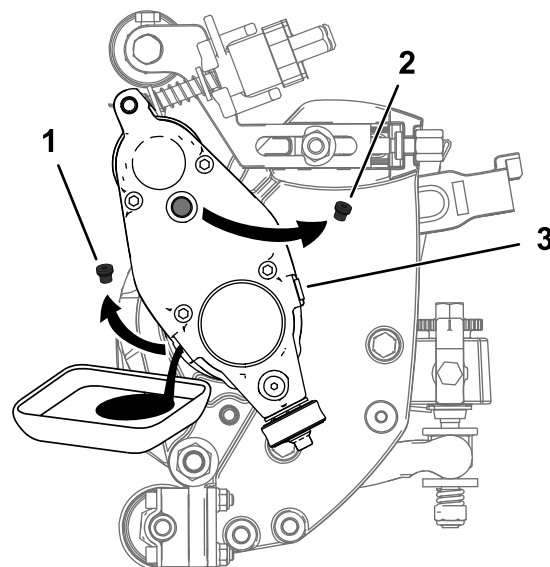

図 31
5. オイルが完全に抜けるようにカuttingユニットを立てて排出口が一番下になるようにする 図 31。